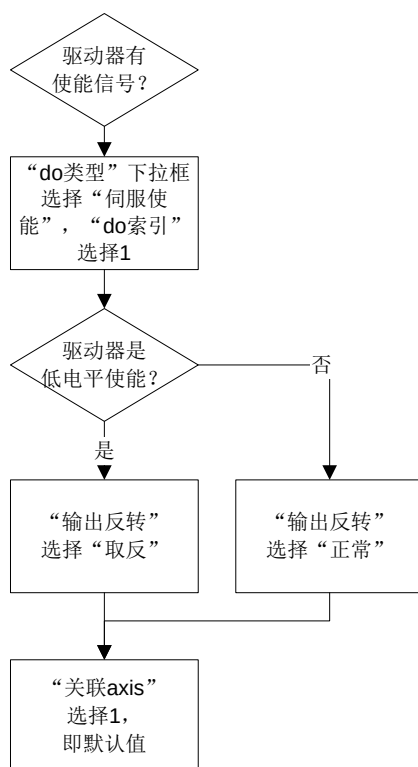

图 4-35 闭环模式下 do 配置流程
- (8) 切换至‘di’页。调用 `GT_GetDi` 指令读取某一个输入开关的值时，0 表示输入低电平，1 表示输入高电平，一般情况下按默认值配置即可。
- (9) 切换至‘do’页，如图 4-35 所示。